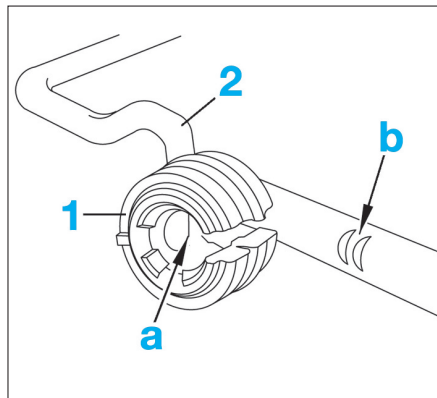

FIG. 12
- vérifier l'état des paliers élastiques (1) de la barre stabilisatrice (2) puis veiller à les engager sur celle-ci, en alignant le bossage intérieur (a) avec les empreintes (b) de la barre (2) (Fig.12),